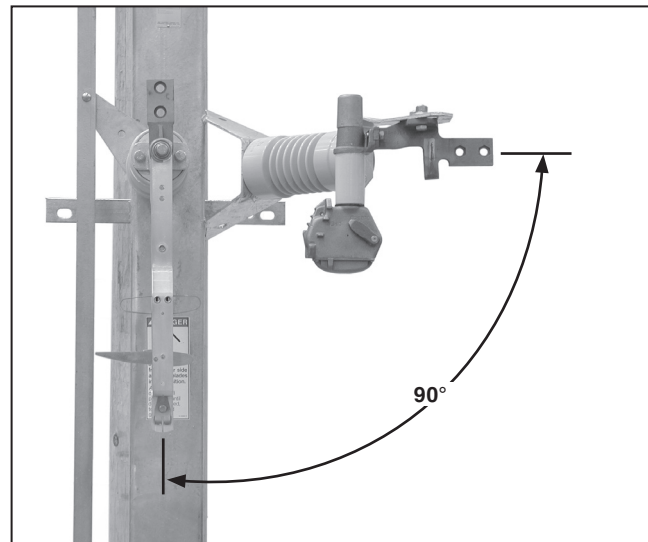

Figura 37. Revise que las cuchillas del interruptor estén a 90 grados de la posición de cierre.
- (b) Que con la palanca de operación hasta donde llegue en la dirección de apertura, las cuchillas del interruptor estén a 90 grados de la posición de **Cierre**. Ver Figura 37.